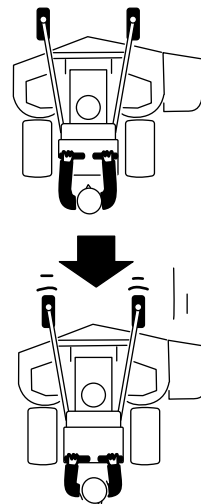

Bild 16
2. Ziehen Sie die Fahrtriebshebel langsam nach hinten (Bild 16).